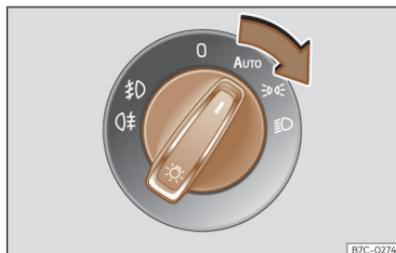

Fig. 78 Tableau de bord : commande des feux.
- Mettez le contact et tournez la commande des feux sur la position souhaitée >>> **fig. 78** :